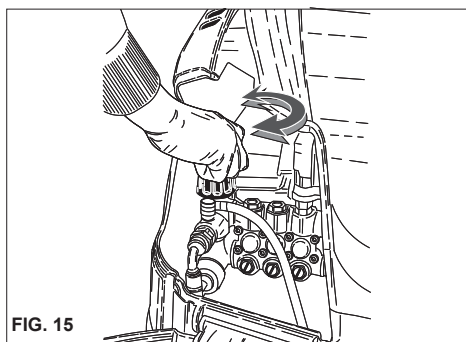

FIG. 15
Il presente capitolo riguarda solo i modelli provvisti del dispositivo "Regolatore di pressione". Il dispositivo regolatore di pressione, fig. 15 permette di regolare la pressione di lavoro. Ruotando la manopola C in senso antiorario (B) (minimo) si ottiene così una riduzione della pressione di esercizio.
- 2) Azionare l'idropultrice, attivare il comando di aspirazione del detergente presente sulla lancia (fig. 15) e cospargere la superficie da lavare agendo dal basso verso l' alto.